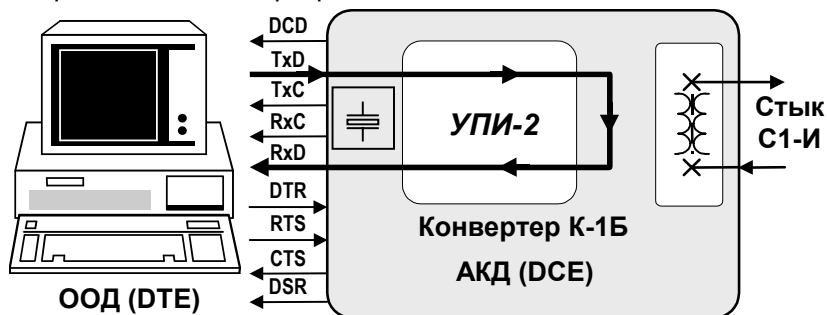

Рис. 10 Местный шлейф (LL) для АКД (DCE)
Суть проверки *Местный шлейф (LL)* показана на Рис. 10. Данные, поступающие в конвертер из ООД (DTE) через УПИ-2, проходят через преобразователь конвертера и возвращаются в ООД (DTE)